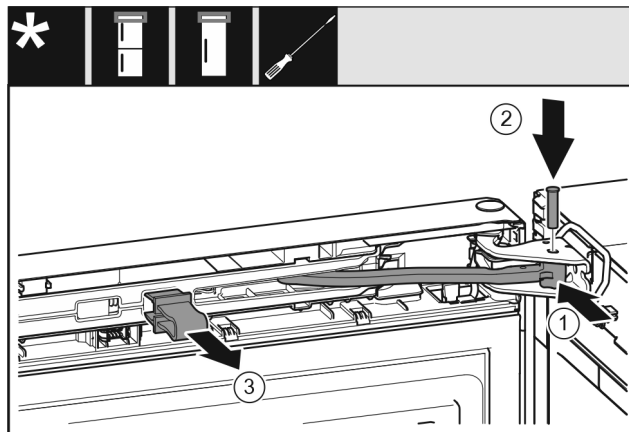

Fig. 25
- ▶ Zavrtite zgibni del Fig. 25 (1) v ležajnem podstavku.
- ▶ Vstavite sornik Fig. 25 (2) v ležajni podstavek in zgibni del. Pri tem pazite, da zaskočni zapah pravilno sedi v utoru.
- ▶ Snemite varovalo Fig. 25 (3).